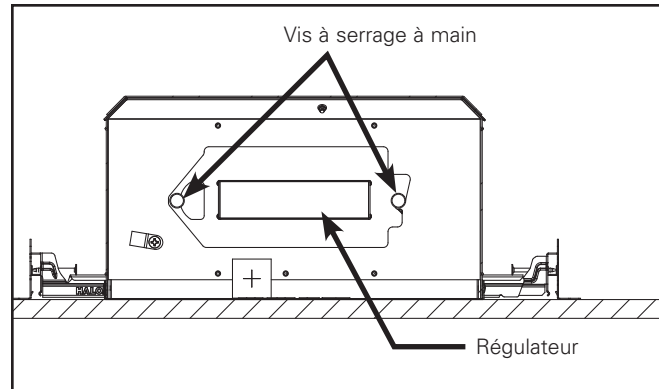

Figure 14
5. Desserrez les deux vis à serrage à main de montage de la porte du pilote sur environ 3 tours. (Figure 14).
7. Débranchez le câblage du pilote. Retirez les deux écrous pour pouvoir enlever et séparer la porte du pilote. Installez le nouveau pilote à la porte du pilote dans le sens montré. (Figure 14). Raccordez le câblage au nouveau pilote.
8. Poussez le câblage à l'intérieur de la boîte de jonction et installez la porte du pilote sur les vis à serrage à main. (Figure 14). Serrez les vis à serrage à main.